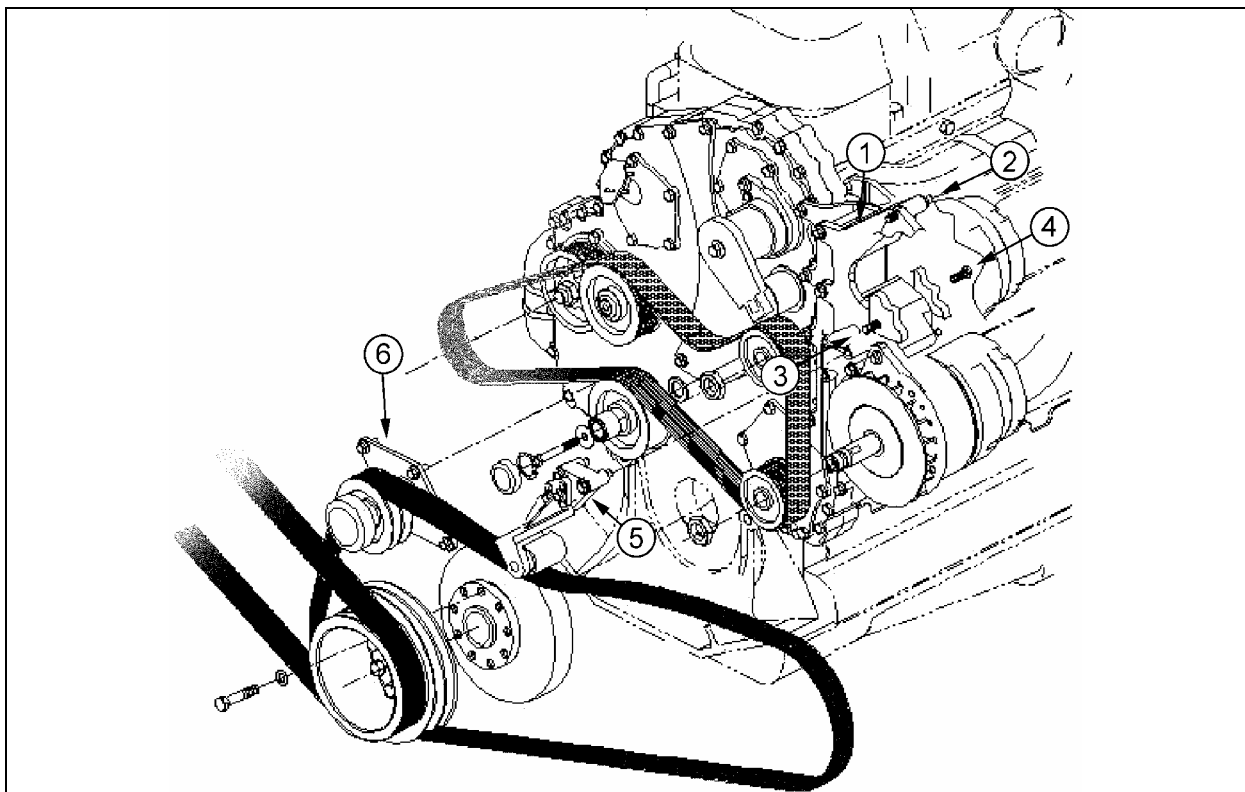
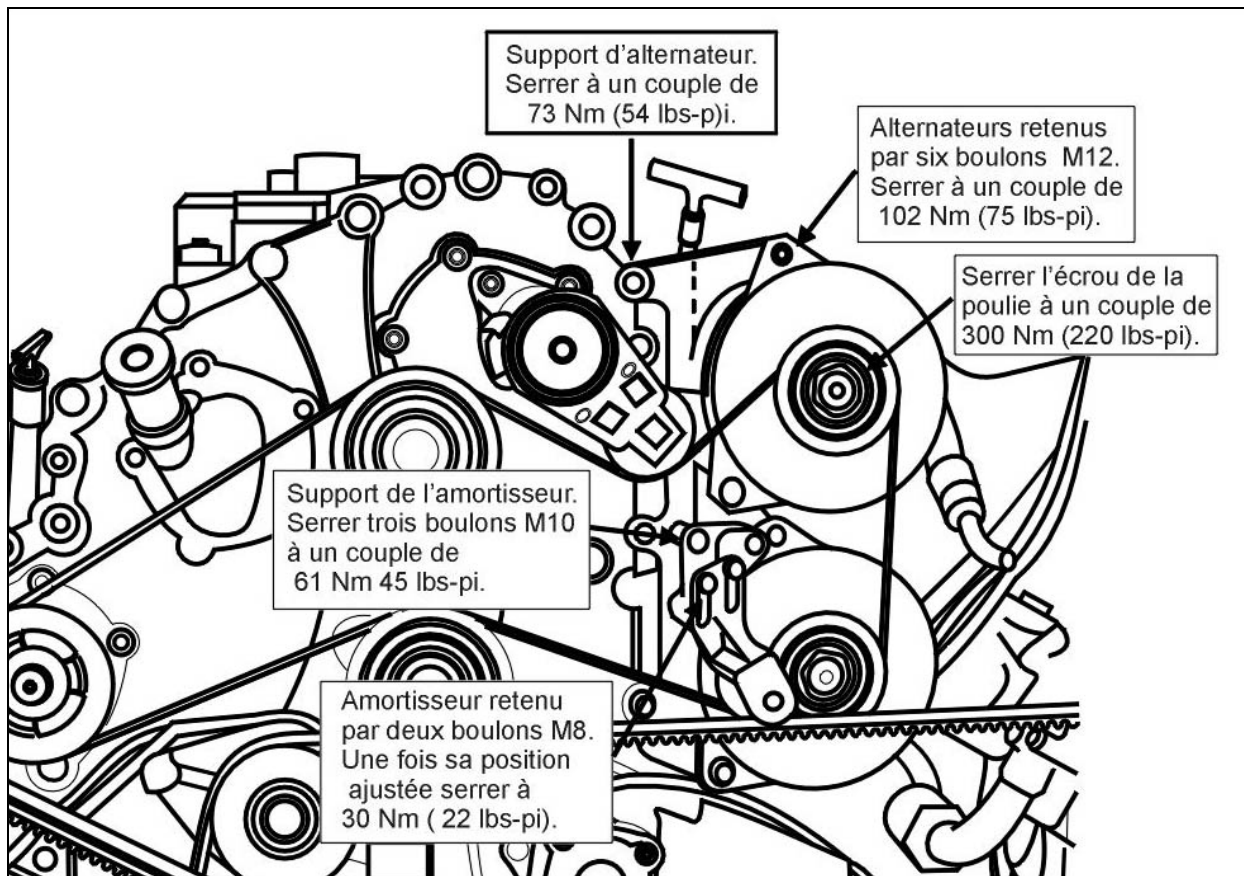

FIGURE 6 : INSTALLATION DES ALTERNATEURS BOSCH, VUE ÉCLATÉE
Figure 7 : COUPLES DE SERRAGE POUR LES ALTERNATEURS ET ACCESSOIRES
Remarque : Se référer à la figure 6 pour l'installation et à la figure 7 pour les couples de serrage.
1. Poser le support d'alternateur (1, figure 6) au bloc moteur. Utiliser les quatre boulons à épaulement en alliage au phosphore du côté poulies et utiliser les écrous à embase du côté transmission.
2. Maintenir l'alternateur du haut à l'aide d'un boulon de trois pouces dans le bossage de montage du haut (2, figure 6). Utiliser des boulons à épaulement à tous les autres bossages de montage des alternateurs, tel qu'illustré (3 et 4, figure 6). Ne serrer les boulons dans les gaines d'ajustement qu'en dernier car celles-ci glisseront pour éviter de casser les bossages de montage. Répéter pour l'autre alternateur.
5. Installer le support de l'amortisseur (5, figure 6) en utilisant trois boulons à épaulement. Ne serrer les vis d'ajustement de l'amortisseur qu'une fois installé l'ensemble #065244 (pour les autocars XL) ou l'ensemble #065245 (pour les autocars H3-41 et H3-45).
6. Poser la poulie intermédiaire 012058 (6, figure 6). Un des trois trous de montage est traversé par un goujon, utiliser un écrou pour le serrage et deux boulons avec écrous pour les deux autres trous.